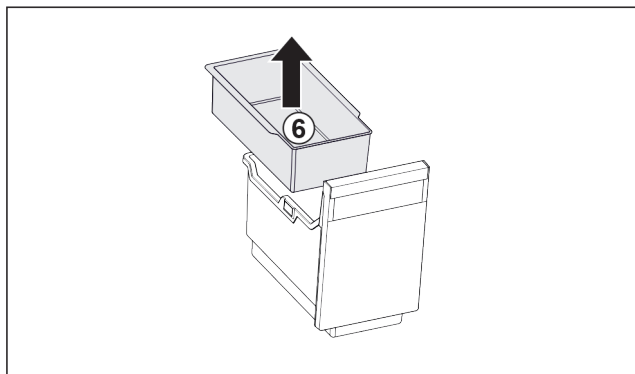

Fig. 105
- ▶ Vyměte závěsnou misku Fig. 105 (6).